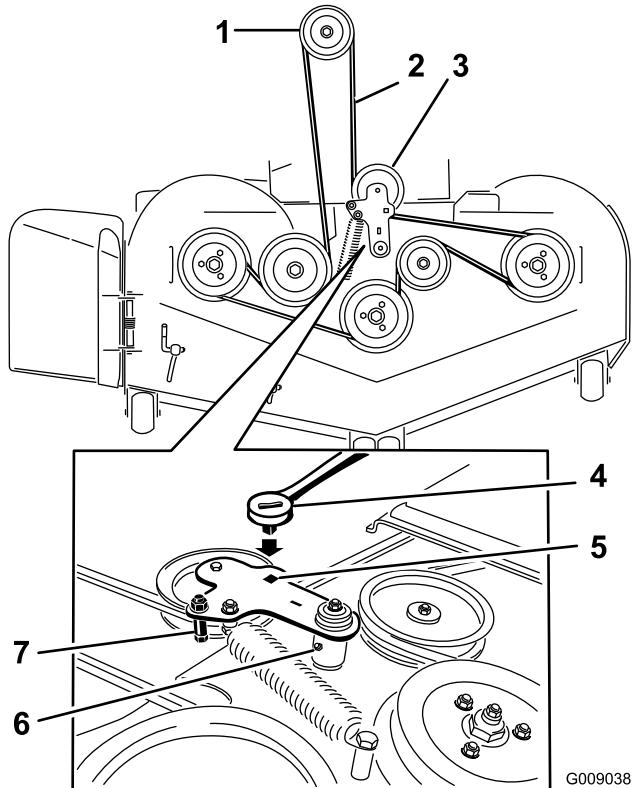

Figura 74
- Utilice una llave de carraca en el taladro cuadrado del brazo tensor para aliviar la tensión del muelle tensor (Figura 74).
7. Retire la guía de la correa del brazo tensor tensado con muelle según lo ilustrado en Figura 74.
9. Pase la correa nueva alrededor de las poleas del cortacésped y de la polea del embrague, debajo del motor (Figura 74).
10. Instale la guía de la correa en el brazo tensor según se muestra en Figura 74.
11. Utilizando la llave de carraca en el taladro cuadrado, instale el muelle tensor (Figura 74).